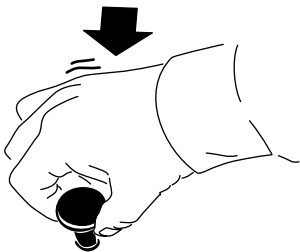

Figura 13
- Presione el interruptor (Figura 13) para desengranar la TDF o desactivar el accesorio.